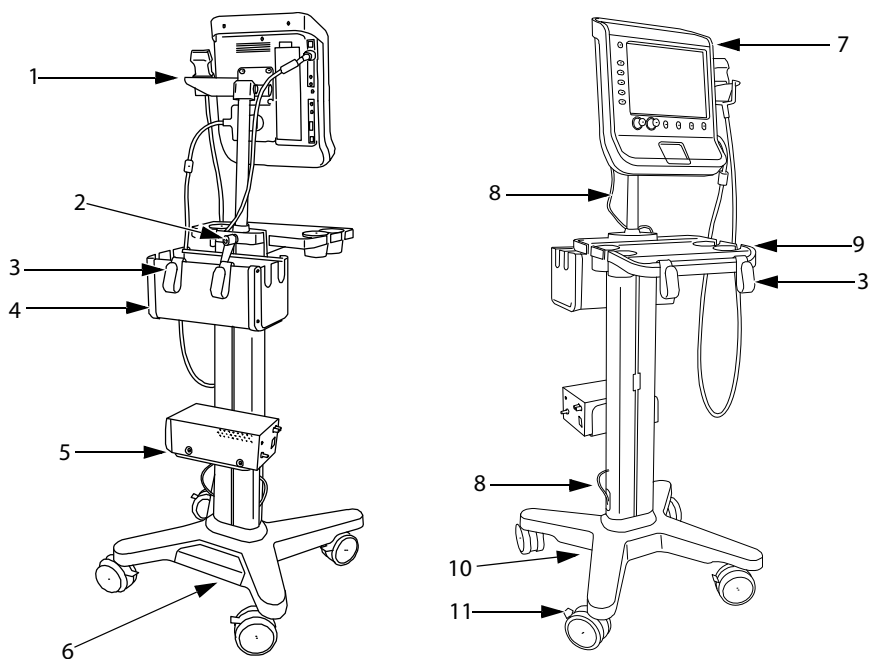

Figura 1 Supporto per S Series: viste posteriore e anteriore (con stampante, cestello e vassoio opzionali)
- ❖ Collegare i cavi riportati di seguito. Fare riferimento alla Figura 1 a pagina 3.
- Cavo di alimentazione CC (A)
- Cavo di alimentazione CA del sistema (K)